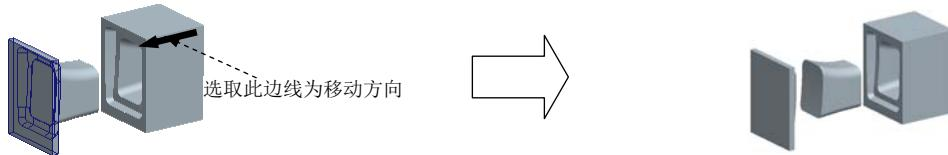

图 2.15 移动下模
Step3. 开模步骤 2：移动下模。参考开模步骤 1 的操作方法，选取模型的下模，选取图 2.15 所示的边线为移动方向，输入要移动的距离值 100，选择 **Done (完成)** 命令，完成下模的开模动作。在 **MOLD OPEN (模具开模)** 菜单中单击 **Done/Return (完成/返回)** 按钮。